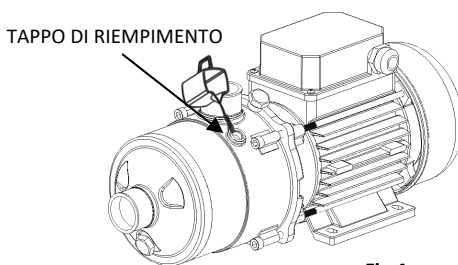

Fig.4
- Assicurarsi che l'albero del motore giri liberamente. Riempire completamente d'acqua il corpo pompa ed il tubo di aspirazione, attraverso il tappo di riempimento (Fig. 4), assicurandosi che non ci sia nessuna perdita. Nelle versioni monofase il senso di rotazione è